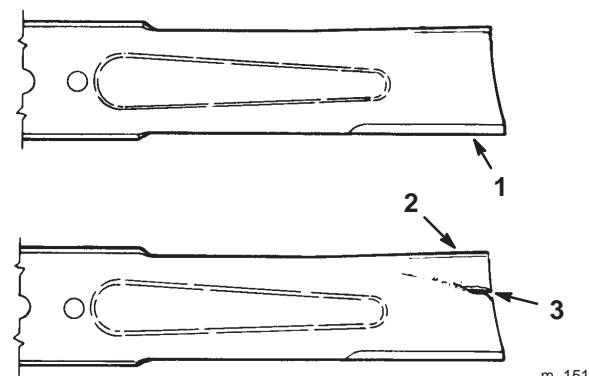

Bild 32
1. Untersuchen Sie die Schnittkanten (Bild 32). Entfernen und schärfen Sie die Messer, wenn die Schnittkanten nicht scharf sind oder Auskerbungen aufweisen. Siehe „Schärfen der Messer“ auf Seite 34.
2. Untersuchen Sie die Schnittmesser, insbesondere den gebogenen Bereich (Bild 32). Montieren Sie, wenn Sie Schäden, Verschleiß oder Rillenbildung in diesem Bereich feststellen (Punkt 3 in Bild 32), sofort ein neues Schnittmesser.